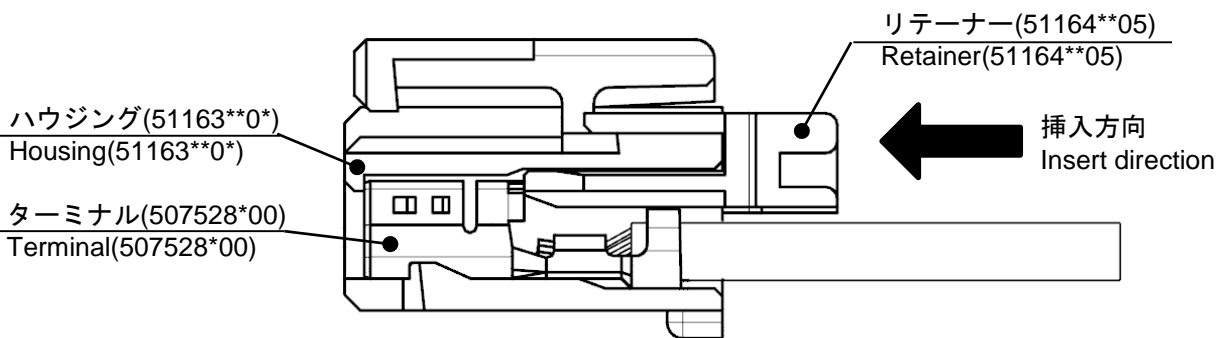
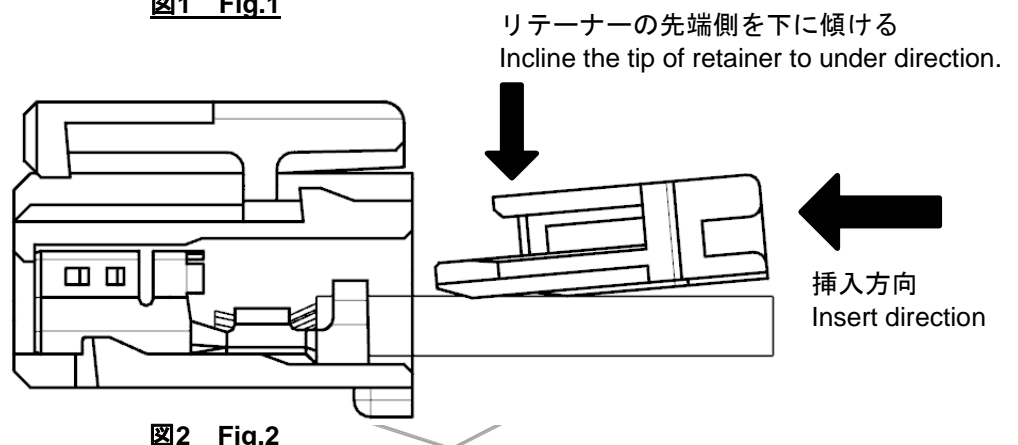

図1 Fig.1
図2 Fig.2
33. ハウジング（製品番号51163**0*）にリテーナー（製品番号51164**05）を挿入する際、図1に示した方向からリテーナー先端が挿入済みの端子に突き当たるまで挿入してください。この際挿入初期に図2のようにリテーナーを下へ傾けると、電線によりガイドされて挿入し易くなります。又、挿入後軽く電線を引張って端子が抜け出さないか確認ください。
When inserting the retainer (51164**05) into the housing (51163**0*), please ensure that the retainer is inserted completely and touches the end of the housing. Please insert the terminal in the correct direction as showing in FIG 1. At the beginning of its insertion, the inclined retainer like FIG 2 makes the insertion easier because of guided cables. Also, please pull the wire lightly after inserting the terminal to ensure that the terminal is fully inserted and can not be pulled out.